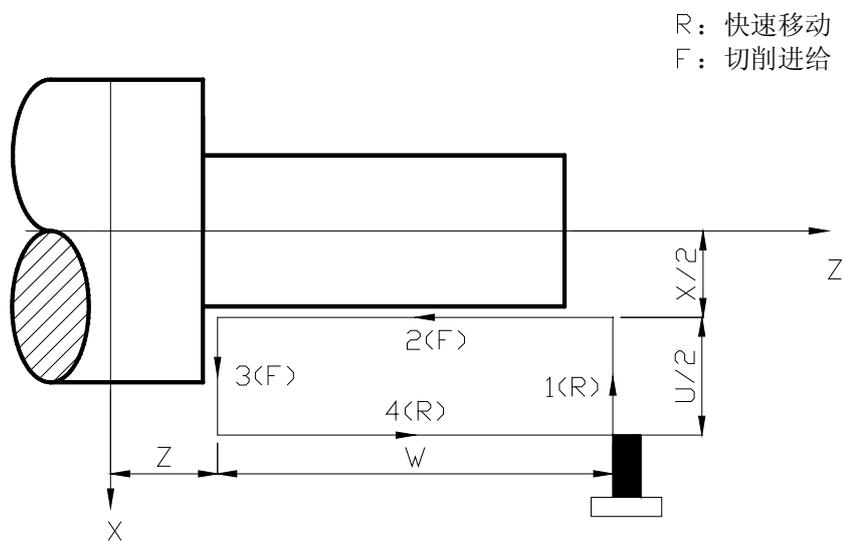
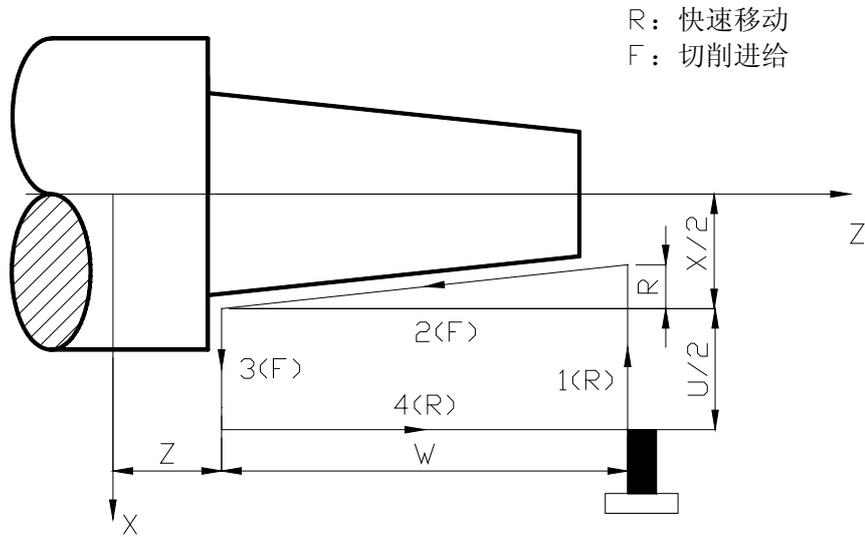

图3.28 圆柱切削循环轨迹
图3.29 圆锥切削循环轨迹
- 2) R: 切削起点与切削终点X轴绝对坐标的差值(半径值), 带方向, 当R与U的符号不一致时, 要求 $|R| \leq |U/2|$; R=0或缺省输入时, 进行圆柱切削, 如图3.28所示, 否则进行圆锥切削, 如图3.29所示; 单位: mm。